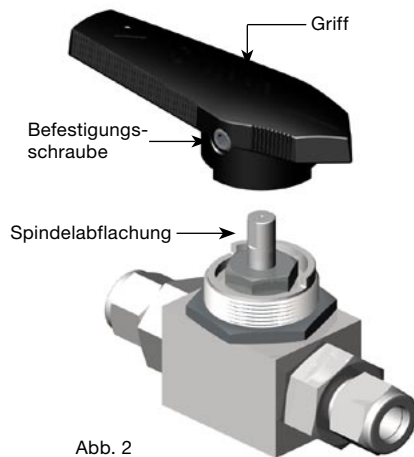

Abb. 2
1. Lösen Sie die **Befestigungsschraube** im Griff. Abb. 2
5. Halten Sie die **obere Halterung** an den **Griff**, drehen Sie den Griff **richtig herum** und platzieren Sie den **Griff** auf die Hahnspindel. Richten Sie dabei die **Spindelabflachung** mit der **Befestigungsschraube** aus. Abb. 2